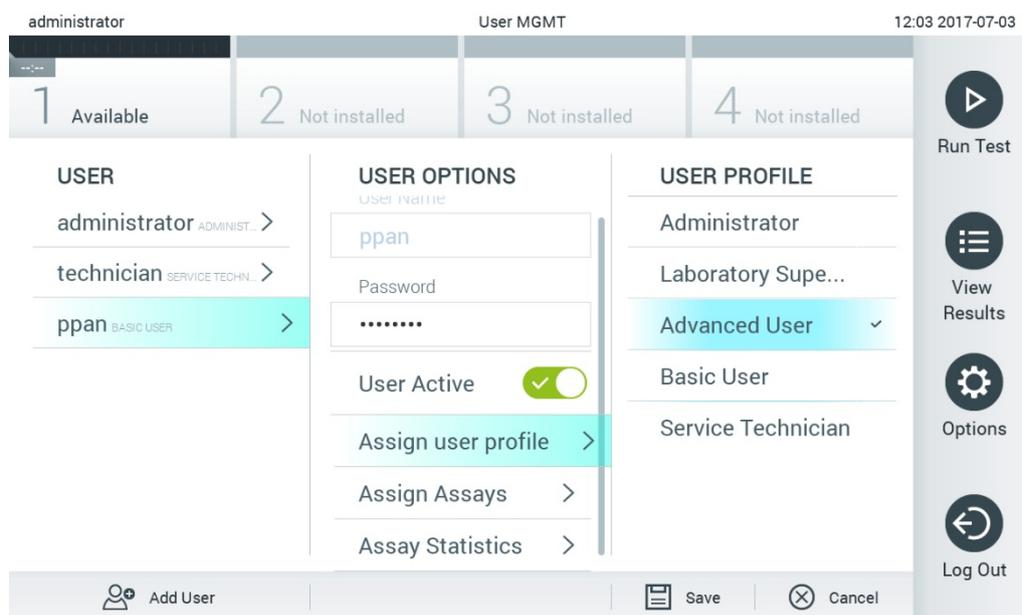

Figura 54. Atribuição de perfis de utilizador aos utilizadores.
- Assign User Profile (Atribuir perfil de utilizador): permite atribuir um perfil de utilizador diferente para esse utilizador (por ex., Administrator [Administrador], Laboratory Supervisor [Supervisor de laboratório], Advanced User [Utilizador avançado], Basic User [Utilizador básico]). Selecione o perfil de utilizador adequado a partir da lista à direita da área de conteúdo (Figura 54).